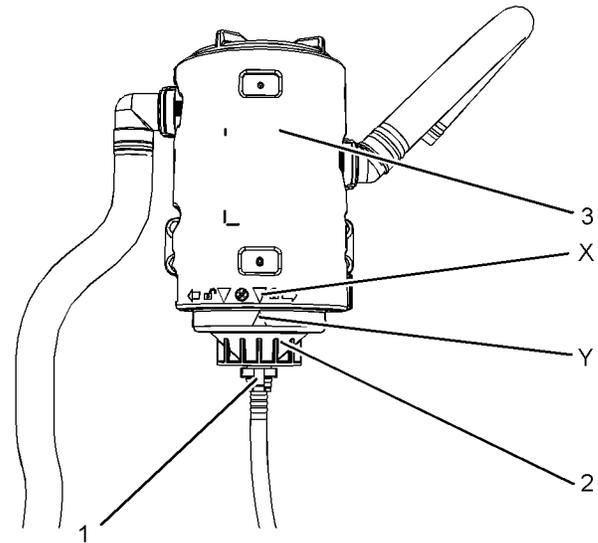

Abbildung 57
- Die Filtereinheit und den unteren Deckel (2) einbauen. Den unteren Deckel von Hand im Uhrzeigersinn festdrehen, bis er auf dem Entlüftergehäuse einrastet. Sicherstellen, dass die Ausrichtungsmarkierungen (X und Y) korrekt ausgerichtet sind. Siehe Abbildung 57.
- Den Leitungsanschluss (1) anbringen. Sicherstellen, dass die Halteschellen am Leitungsanschluss richtig eingerastet sind. Behälter entfernen.